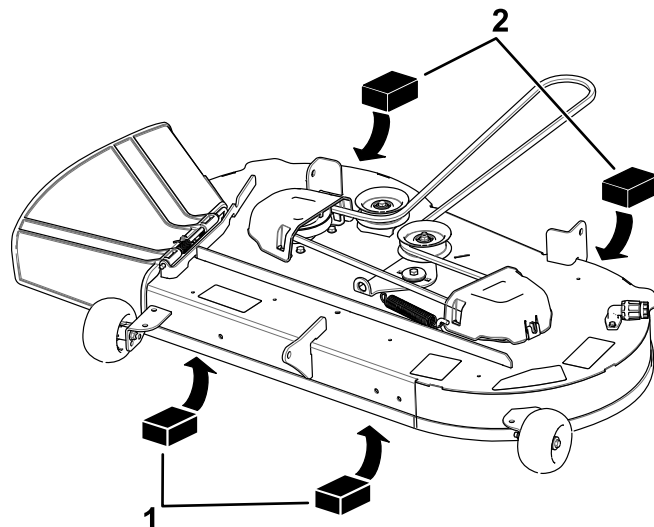

Figure 60
4. Placez deux cales de 6,6 cm (2⁵/₈ po) d'épaisseur chacune sous chaque côté du bord avant du tablier de coupe, mais pas sous les supports des galets anti-scalp (Figure 60).
5. Placez deux cales de 7,3 cm (2⁷/₈ po) d'épaisseur chacune sous le bord arrière de la jupe du tablier de coupe, une de chaque côté (Figure 60).